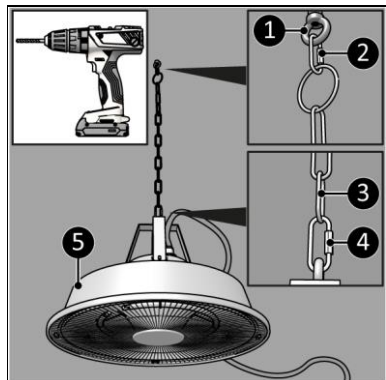

Abbildung 7
2. Stecken Sie den Schlüsselbolzen mit Aufhängeöse in das Loch (Abbildung 7, Pos. 1).
3. Befestigen Sie einen Karabinerhaken (Abbildung 7, Pos. 2) an der Aufhängekette (50 cm) und den Schlüsselbolzen mit Aufhängeöse (Abbildung 7, Pos. 1).
4. Befestigen Sie einen Karabinerhaken (Abbildung 7, Pos. 4) an der Aufhängekette (50 cm) (Abbildung 7, Pos. 3) und der Aufhängeöse des Gerätes (Abbildung 7, Pos. 5).
3. Befestigen Sie einen Karabinerhaken (Abbildung 7, Pos. 4) an der Aufhängekette (Abbildung 7, Pos. 3) und der Aufhängeöse des Gerätes (Abbildung 7, Pos. 5).